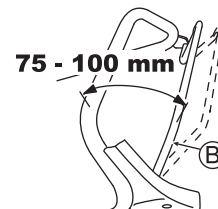

Afb. 25
Stel deze zo in dat het mes gaat draaien als de afstand tussen de meshendel (C) en het handvat 50 - 75 mm is, met de gele knop ingedrukt, zoals in afb. 25.